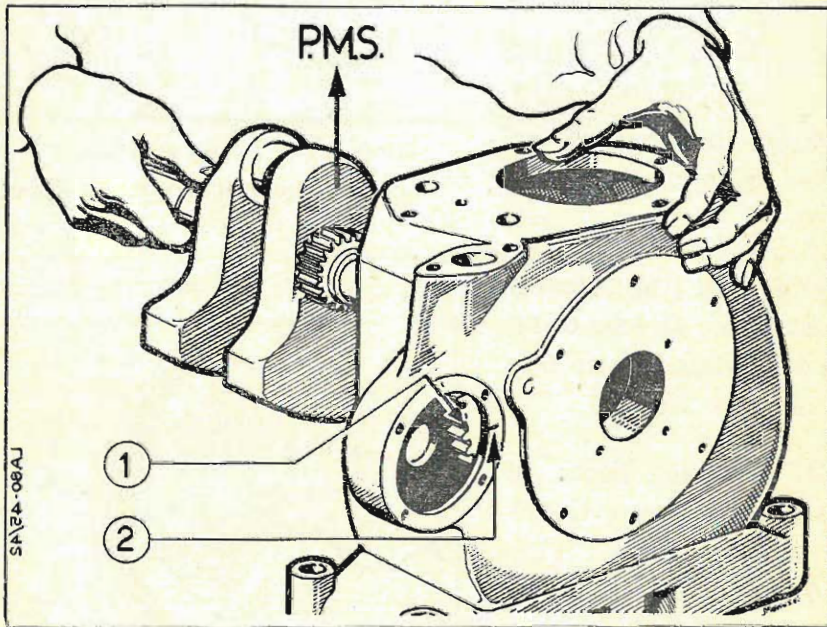

Fig. 8
Dopo eventuale smontaggio o revisione del motore, il montaggio e fasatura dell'albero a gomito con l'albero a camme si effettua nel seguente modo (Fig. 8):
b) Infilare l'albero a gomito nel basamento, avendo cura che la manovella sia perfettamente verticale e col bottone di manovella in alto (cioè al punto morto superiore) (Fig. 8).